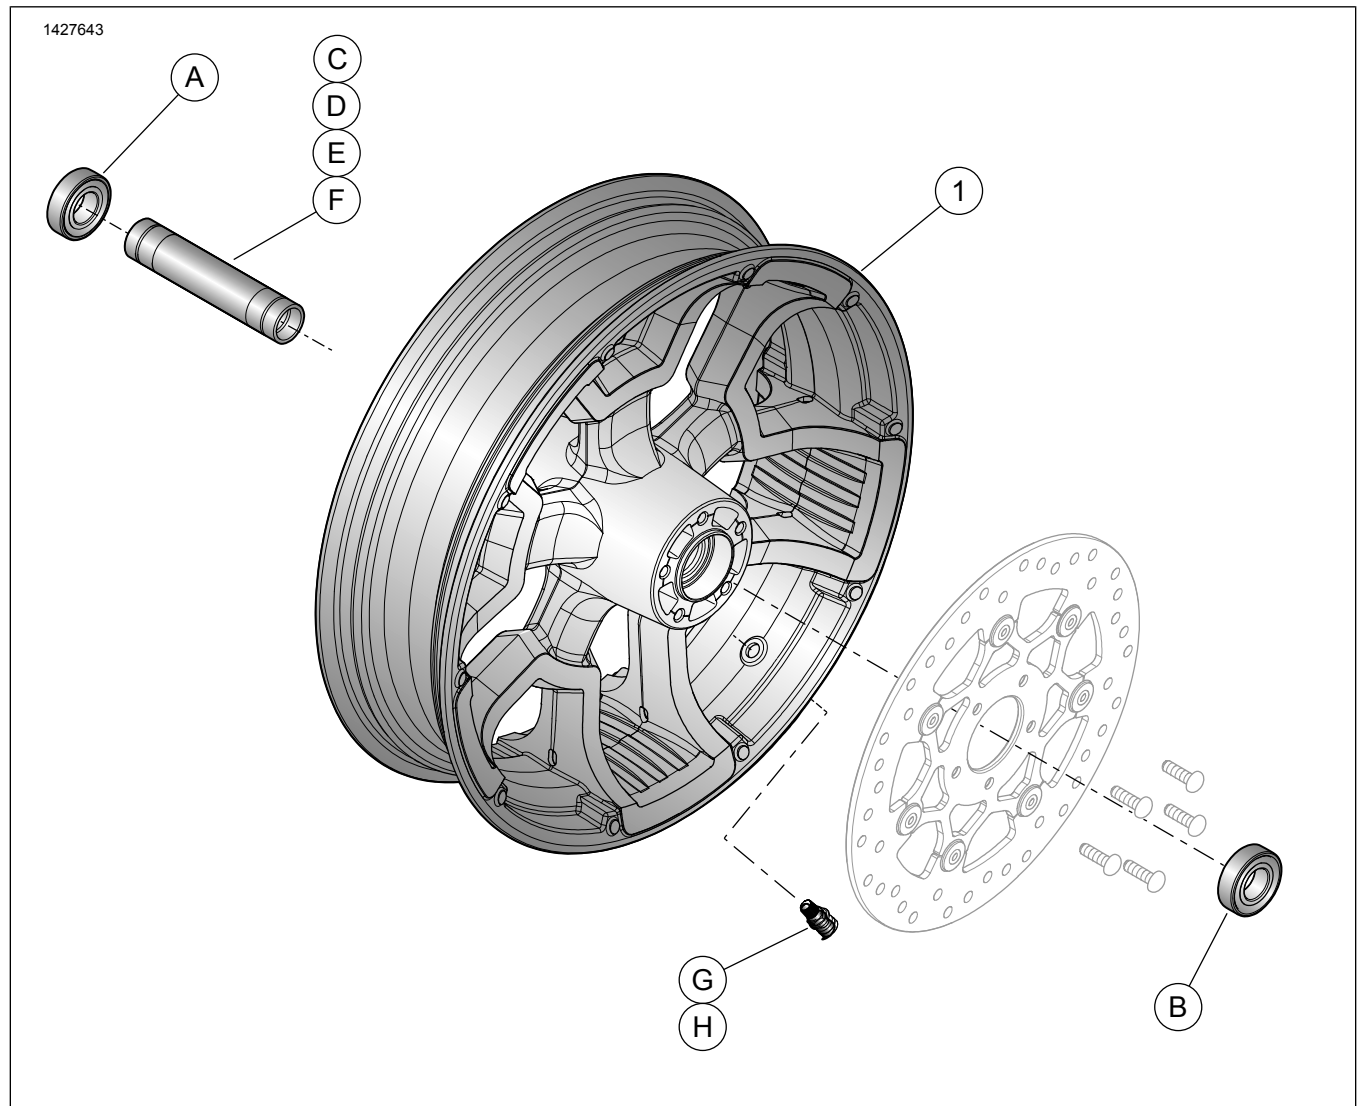

Figura 2. Piezas de servicio: Kit de rueda delantera
Este kit incluye una rueda personalizada solamente. Consulte Figura 2 y Tabla 3 para ver el contenido del kit.
2. Vea Figura 2 . Instale el conjunto de vástago de la válvula en la rueda. Vea el Manual de servicio.